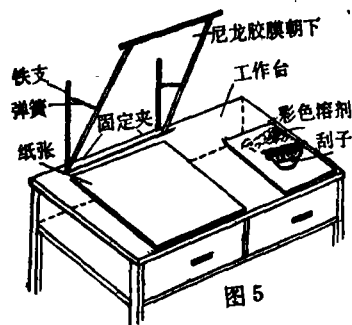

图5
6、复印操作：把尼龙印刷母版，按定位位置放在固定夹内夹紧，套上铁支的弹簧，纸张平放在工作母板下方的定位线上，再用刮子均匀地蘸上印刷溶剂，在放平了的尼龙胶膜上面，像油印时滚油墨用的胶辊那样，用刮子刮着溶剂，溶剂（相当于油墨）透过尼龙胶膜的漏空部份，落到胶膜下面的白纸上，就印出了成品。一块尼龙胶膜母版，往往可复印几百以至几千次。由于溶剂有相当的黏度，每印一次，胶膜下的白纸总是帖在胶膜上，这就需要轻轻地揭下，不要使白纸在胶膜下移动，以防线迹模糊。整个操作过程，很像油印（图5）。